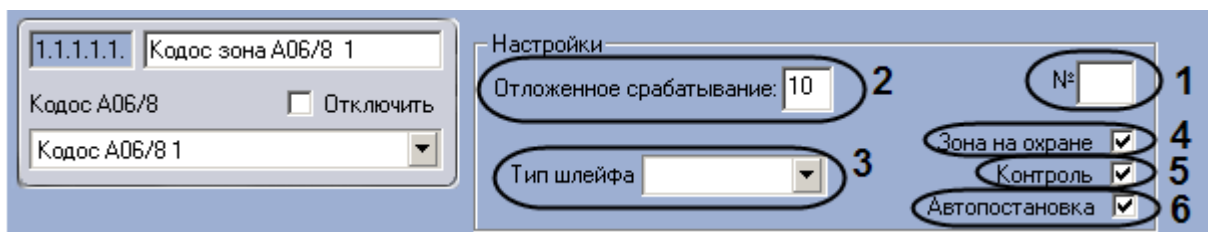

Рис. 3.6—9 Настройка шлейфа адресного блока Кодос А-06/8
2. В поле **№** ввести аппаратный адрес подключения шлейфа (см. Рис. 3.6—9, 1).
3. Указать в поле **Отложенное срабатывание** период времени в секундах, который должен пройти с момента срабатывания датчиков в зоне до инициализации тревоги в системе (см. Рис. 3.6—9, 2).